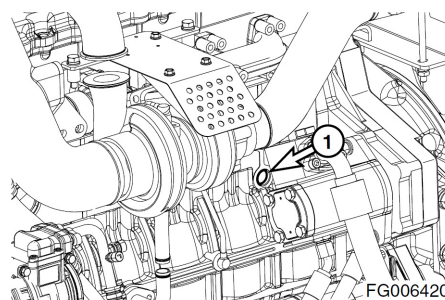

Рис. 102
4. заглушку сливного крана охлаждающей жидкости (1, рис. 102) из двигателя.